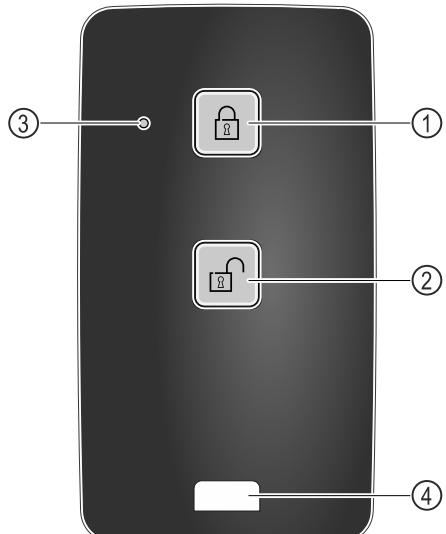

Fig. 246
- (1) Заключване на ключалката
- (2) Отключване на ключалката
- (3) Светодиод за статуса
- (4) Крепежна халка
- Натиснете бутона Fig. 246 (1) на дистанционното управление.
- Натиснете бутона Fig. 246 (2) на дистанционното управление.
- Светодиодът за статуса Fig. 246 (3) осигурява визуална обратна връзка при натискане на бутона.
- Халка Fig. 246 (4) за закрепване на дистанционното управление, например на връзка ключове.